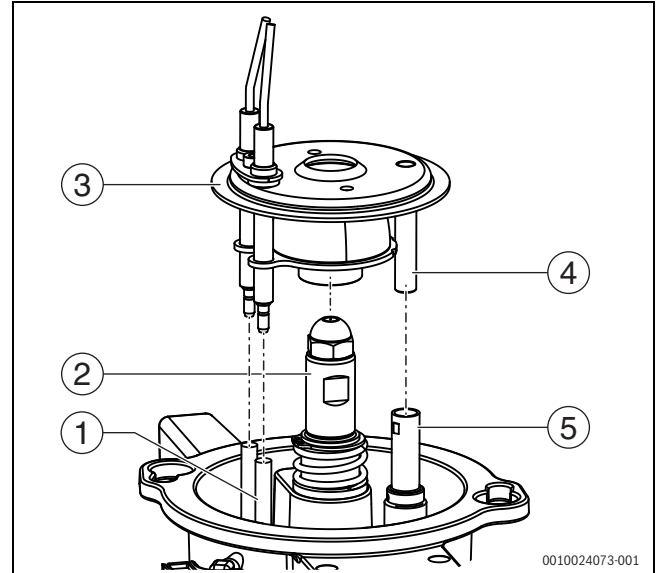

Bild 70 Mischsystem montieren
- ▶ Sichtrohr des Mischsystems und Halterohr des Flammenfühlers (→Bild 70) innen mit geeignetem Hilfsmittel, wie z. B. Wattestäbchen, Langbürste (Pfeifenreiniger) reinigen.